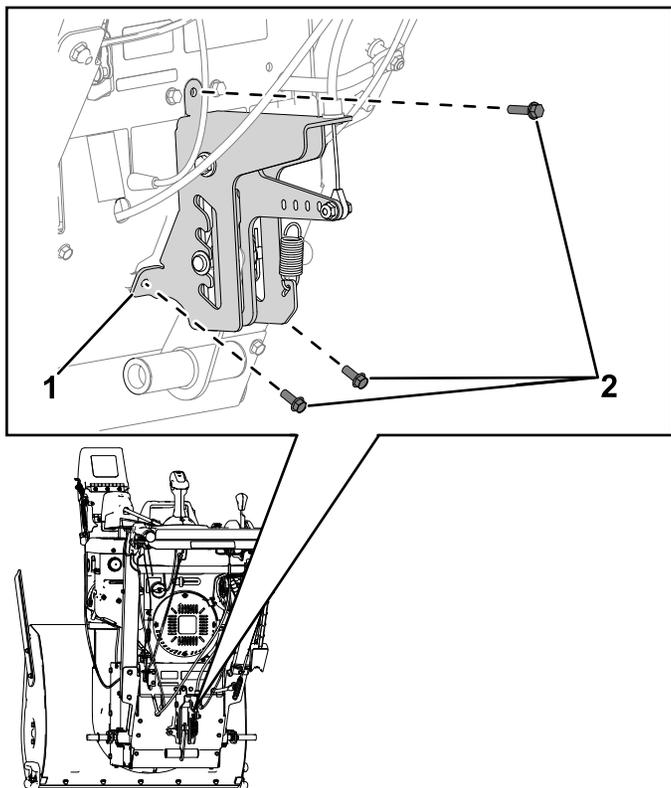

Figura 26
- Montate la staffa del regolatore dell'altezza alla piastra superiore e al carter posteriore, e fissate con le 3 viti ($\frac{1}{4}$ " x $\frac{5}{8}$ ") (Figura 26).